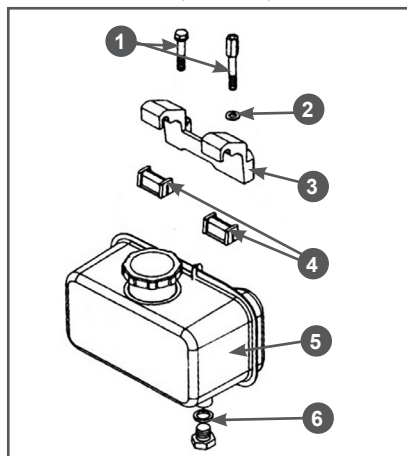

Рис. 24 Крепление топливного бака
3. Открутите пробку 6 для слива топлива и слейте топливо из топливного бака в заранее приготовленную для этого емкость (Рис. 24).
4. Открутите болты 1 крепления, и снимите верхний кронштейн 3 крепления топливного бака (Рис. 24).